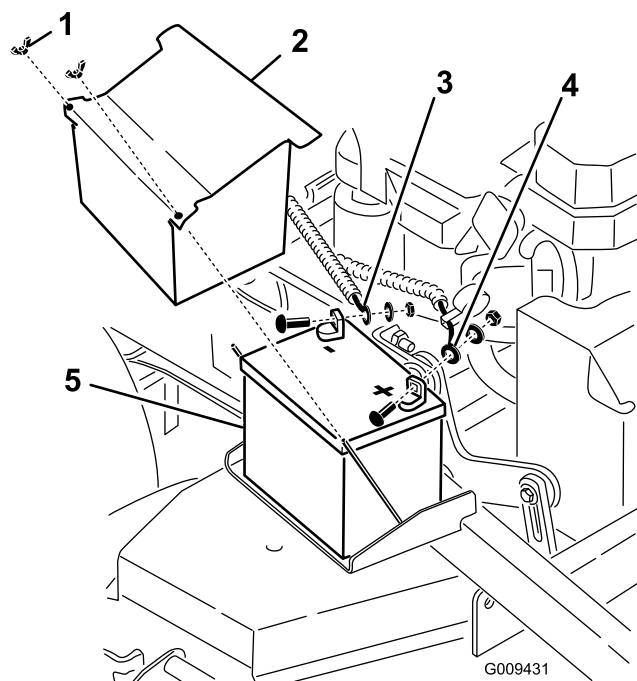

Figure 1
- A. Enlevez le capuchon en caoutchouc noir qui protège le câble négatif. Débranchez le câble négatif de la batterie de la borne négative (-) de la batterie (Figure 1).
- B. Enlevez le capuchon rouge de la borne positive (rouge) de la batterie. Débranchez ensuite le câble positif (rouge) de la batterie (Figure 1).
- C. Déposez la plaque de maintien de la batterie (Figure 1) et enlevez la batterie.